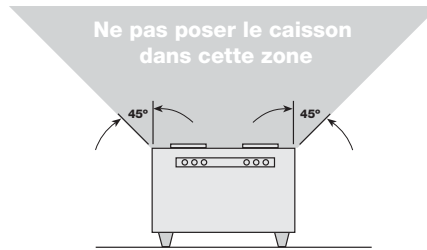

Figure 9 — Emplacement de pose à 45°
9. Ces caissons ne sont pas conseillés pour les applications d'aspiration de vapeurs de cuisson. Ils sont conçus essentiellement pour l'aspiration d'air propre à basse température. La Figure 9 indique la distance minimale de placement de ces caissons par rapport à l'équipement de cuisson.
- Pour obtenir des résultats optimum, choisir l'emplacement de manière à limiter au maximum la longueur du conduit et le nombre de coudes. Ne pas poser la grille d'aspiration à proximité d'équipement de cuisson (Figure 9).